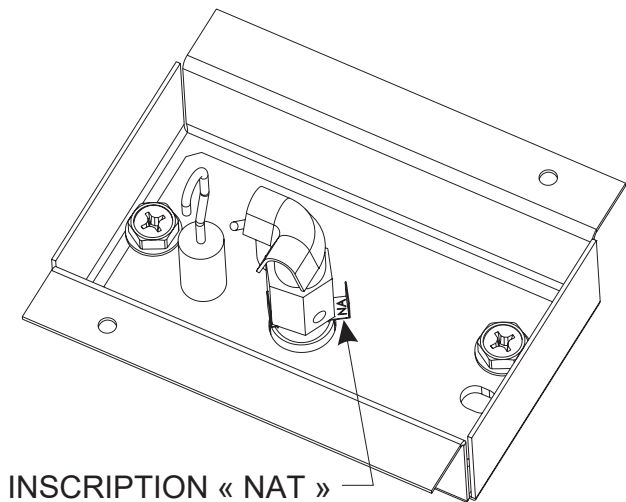

Figure 7
11. Utiliser une clé ouverte de 7/16 po pour desserrer le corps de la veilleuse en tournant légèrement en sens antihoraire. Faire glisser l'attache de l'orifice de la veilleuse vers l'autre côté et le serrer en tournant en sens horaire. **Voir Figure 7.**